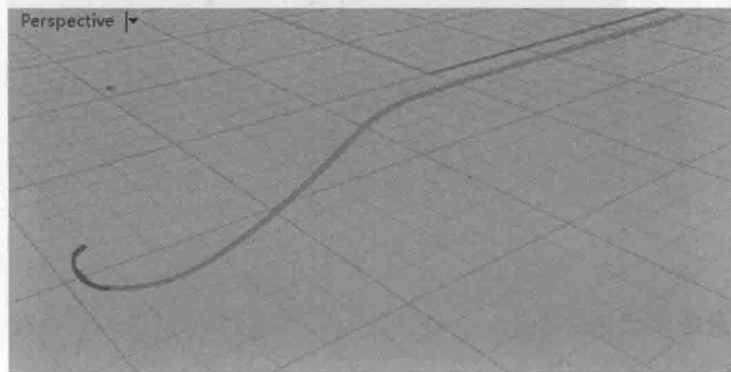

图 5-75 视图状态
- (1) 接 5.2.1 小节。切换“曲线”图层为当前图层,并隐藏“曲面”图层。
- (2) 只显示 5.1.2 小节步骤 (2) 中抽离的两根结构线,现在视图的状态如图 5-75 所示。